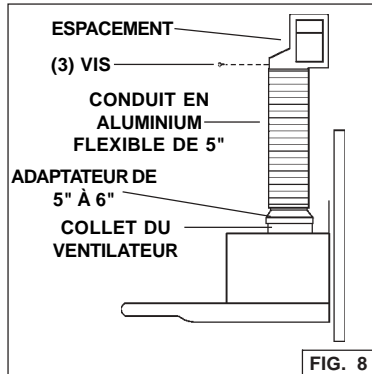

FIG. 8
2. Ne comptez pas le collet de refoulement ni le registre fournis avec la hotte. Installez l'adaptateur de 5" à 6" fourni avec le kit de recirculation non caréné (Fig. 8).
3. Fixez le conduit en aluminium flexible à l'adaptateur de 5". Obstruez toutes les sections à l'aide du ruban du conduit. (Fig. 8).
4. Assemblez l'espacement de recirculation au conduit flexible. (Fig. 8).
5. Pour créer un espacement de recirculation, percez trois (3) trous de 1/16" de diamètre et situés à égale distance les uns des autres sur le conduit et le connecteur du conduit. (Fig. 8).
6. Fixez le conduit au connecteur de l'espacement au moyen de trois (3) vis à tôle. Bouchez toutes les sections à l'aide du ruban du conduit (Fig. 8).